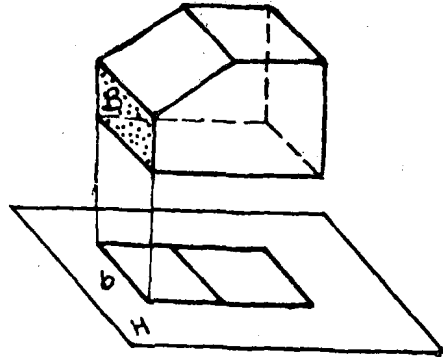

图 1.1.6 平面投影的积聚性
(2) 积聚性 当物体上的平面（或直线），与投影面垂直时，它的投影积聚为一直线（或一点），这种投影特性叫做积聚性（图 1.1.6）。